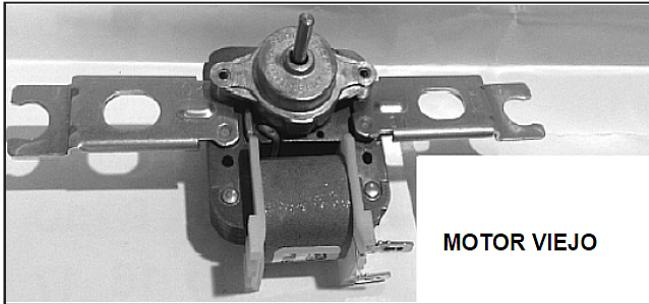

Figura 7
- Vuelva a instalar los tornillos del portacojinete. Vea la Figura 7.